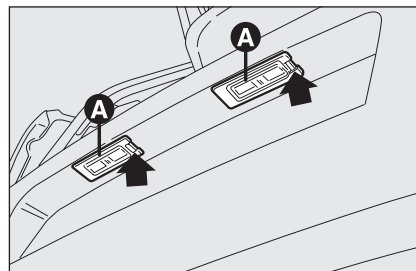

fig. 27
- agir sur le point indiqué par la flèche et enlever le groupe transparent **A** - fig. 27 ;